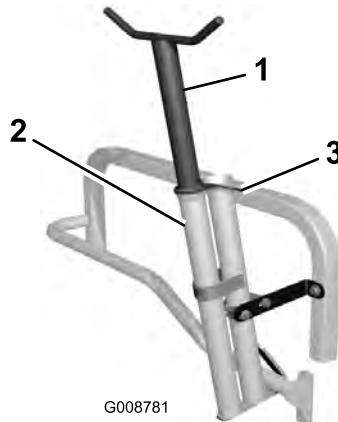

Figura 10
- Introduzca el tubo del recogemangueras en el tubo de accesorios, enganchando la anilla en el otro tubo de accesorios (Figura 10).